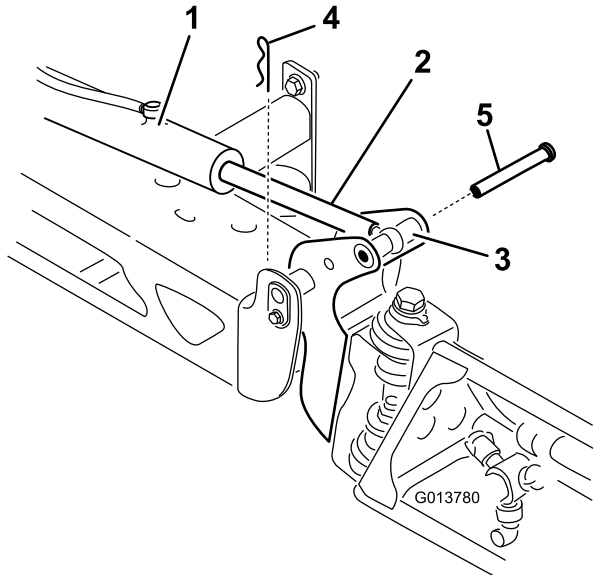

Figura 93
2. Îndepărtați cuiul spintecat de la fusul de basculare (Figura 93).
3. Ridicați braul și îndepărtați tiftul (Figura 93) și coborâți încet braul la sol.
9. În timp ce susțineți braul, introduceți tiftul atât prin pivotul braului, cât și prin tija dispozitivului de acionare (Figura 93).